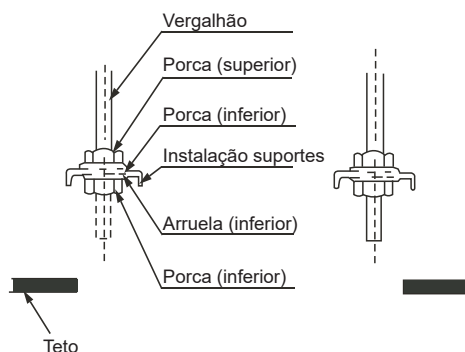

Figura 7
1. Ao montar as orelhas de elevação da unidade interna nos parafusos de elevação, insira as arruelas da porca dos parafusos de elevação nos furos oblongos das orelhas de elevação. As porcas e arruelas superiores e inferiores são mostradas na Figura 7.